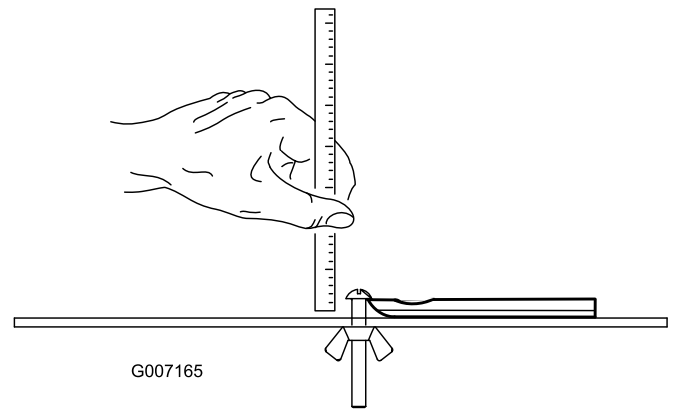

Figure 21
**Remarque:** Toutes les mesures de limite de service renvoient au bas de la contre-lame (Figure 21)